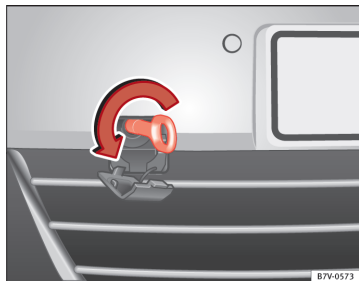

Fig. 220 I stødfangeren foran til højre: Sådan skrues slæbebøjet i.
Holderen til slæbebøjet, som kan skrues i, er placeret forrest til højre i stødfangeren ⇒ Fig. 220.
- Skru slæbebøjet **mod uret** og så fast i holderen som muligt ⇒ Fig. 220 ⇒ ①. Anvend en egnet genstand til at skru slæbebøjet helt ind i holderen og fast.